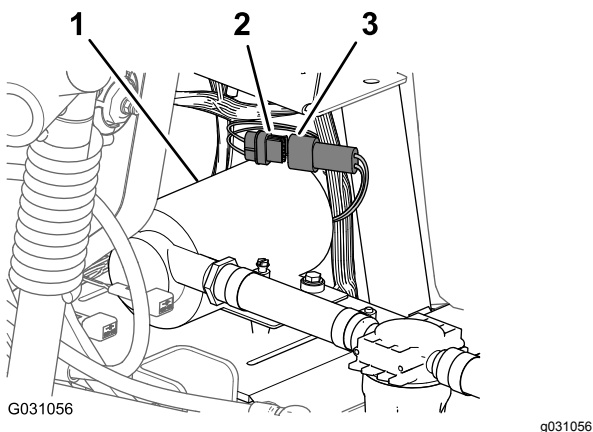

図 238
1. すすぎポンプのハーネスの6ピンコネクタを、後メインハーネスの6ソケットコネクタに接続する 図 238。